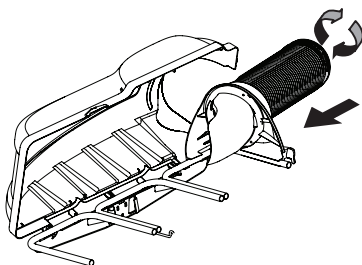

Figura 21
1. Enrosque el extremo superior de la manguera (764-05275) firmemente en el soporte del canal superior. Hay dos lengüetas en la parte interior baja del soporte del canal superior que permiten un enrosque seguro. Consulte la Figura 21.